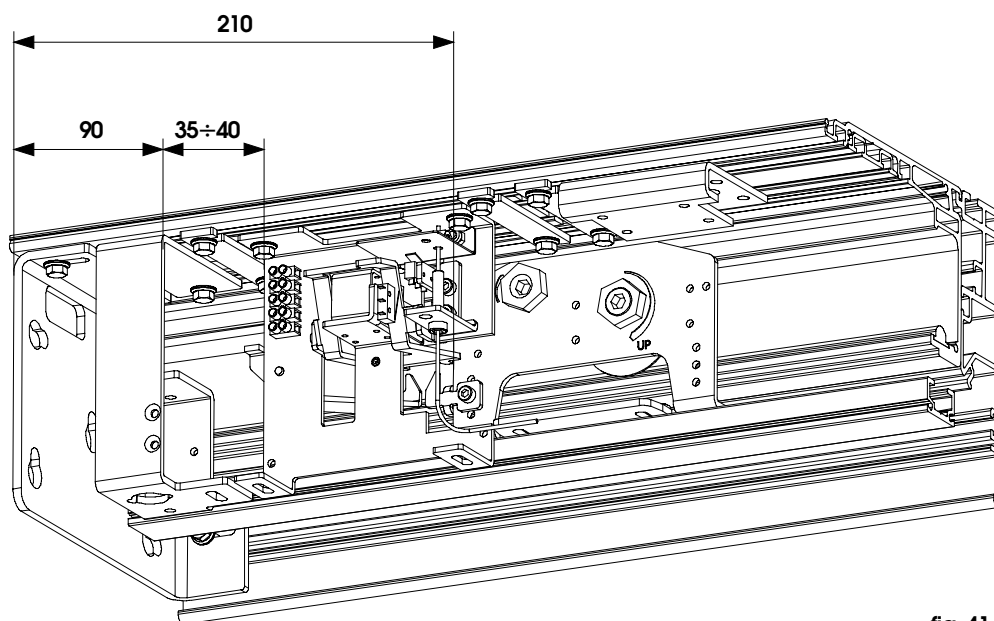

fig. 41
- De grendel voor eenvleugelige deuren wordt gemonteerd aan een stuk aandrijfprofiel en wordt aan de dwarsbalk vastgezet met 2 beugels; voor de plaatsing ervan zie fig. 40 (deur zonder zijbeugels) en fig. 41 (deur met zijbeugels).